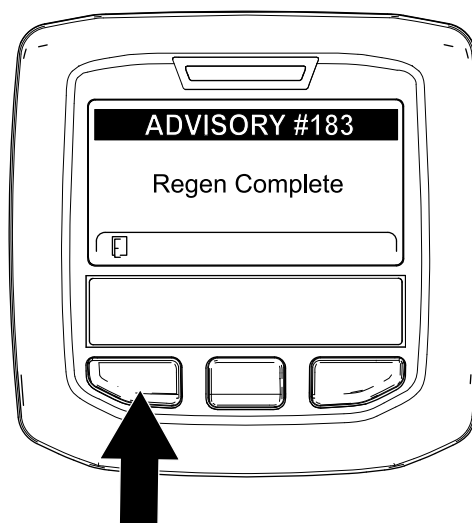

Figura 50
9. Quando il computer del motore completa una rigenerazione parcheggiata o una rigenerazione di recupero, l'InfoCenter visualizza il messaggio ADVISORY #183 (Figura 50). Premete il pulsante sinistro per uscire e tornare alla schermata Home.